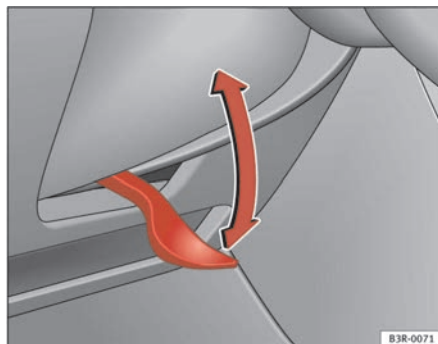

Fig. 137 Palanca debajo de la columna de dirección
- Tire de la palanca ⇒ **fig. 137** hacia abajo ⇒